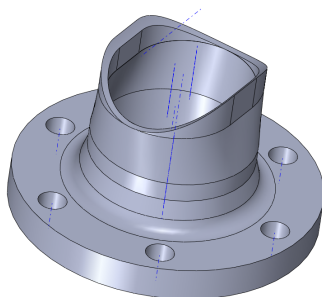

图 6-55 圆周阵列特征效果
(5) 单击【确定】按钮, 即可圆周阵列实体特征, 效果如图 6-55 所示。